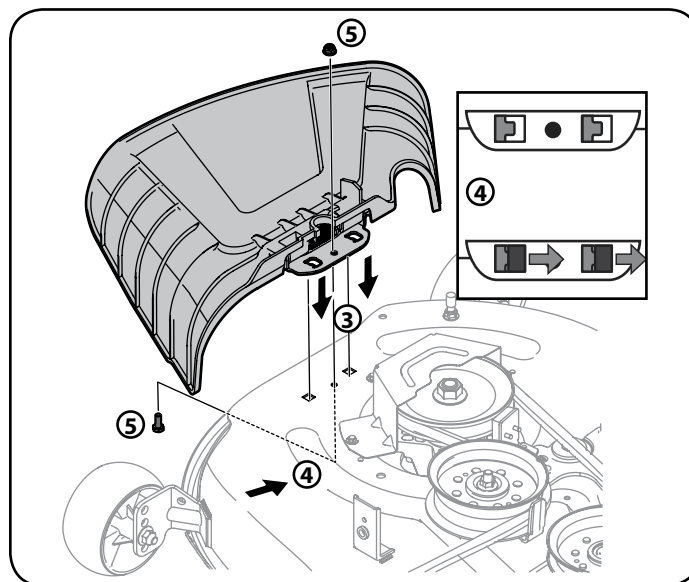

Figura 6
- Ubique el deflector del canal en la plataforma, asegúrese de insertar las lengüetas de dicho deflector en los orificios de la plataforma. Vea la Figura 6.
- Después de colocar las lengüetas en la plataforma, deslice el deflector del canal hacia la parte posterior del tractor cortacésped hasta que el orificio del perno que está en el deflector del canal quede alineado con el orificio de la plataforma. Vea la Figura 6.
- Sujete el deflector del canal en su lugar con la tuerca de seguridad con brida y el tornillo hexagonal que se extrajeron en el paso 2. Ajuste hasta 102-124 pulg. libras. Vea la Figura 6.